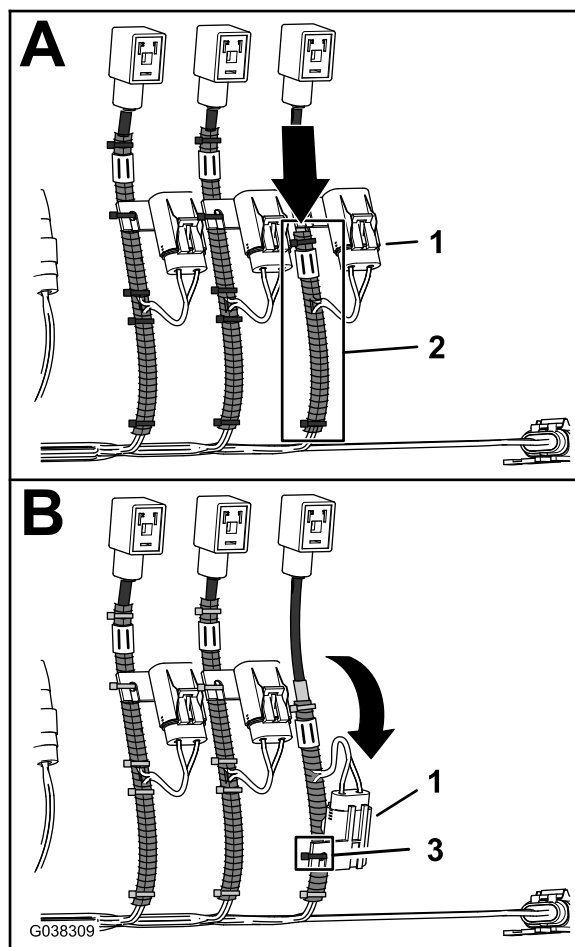

Рисунок 31
- Переместите гофрированную трубку в направлении основного ответвления жгута проводов, как показано на Рисунок 31.
- Совместите встроенный блок предохранителей с гофрированной трубкой, как показано на Рисунок 31, и прикрепите блок предохранителей к трубке кабельной стяжкой.